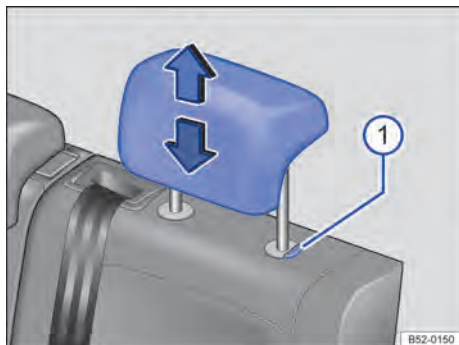

Fig. 68 Apoio para cabeça traseiros: ajustar.
- Deslocar o apoio para cabeça para cima ou para baixo na direção da seta com o botão → Fig. 68 ❶ pressionado → ⚠ em *Introdução ao tema* na página 84.
- Retirar o apoio para cabeça com o botão → Fig. 68 ❶ pressionado.
- Empurrar o apoio para cabeça para baixo com o botão → Fig. 68 ❶ pressionado.